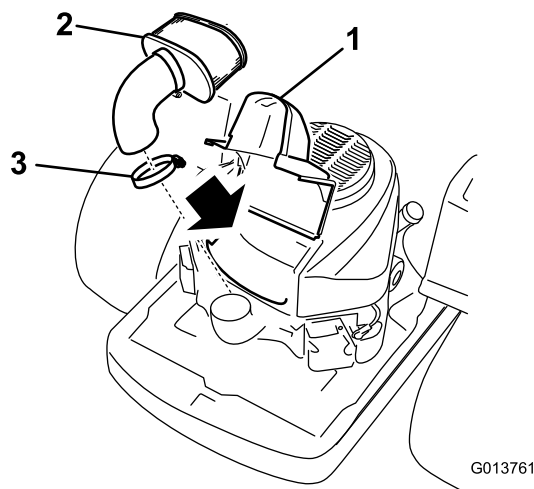

Figure 26
3. Nettoyez la surface autour du couvercle du filtre à air pour éviter que des impuretés ne s'introduisent dans le moteur et l'endommagent. Levez le couvercle et déposez le collier qui fixe l'ensemble filtre à air au moteur (Figure 26).
4. Desserrez le collier de flexible et retirez l'élément en papier (Figure 26).